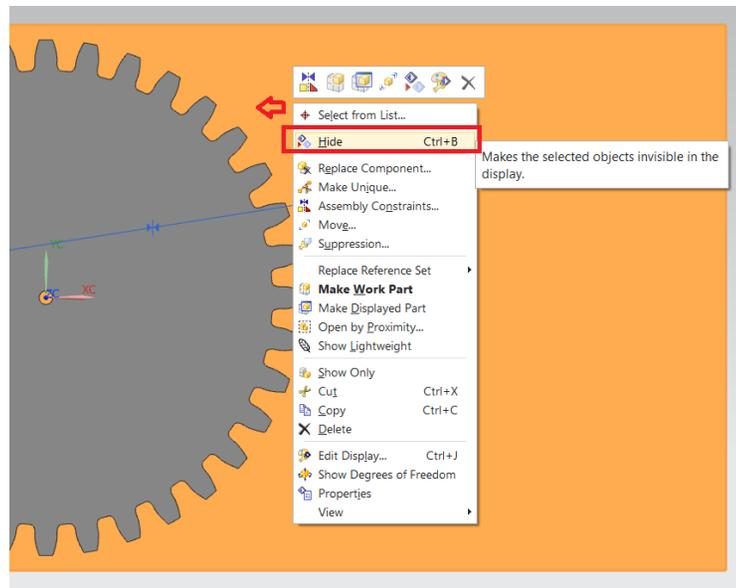

Figura 1.12 Ocultar pieza.
- Dar click derecho en la pieza **lamina.prt** y seleccionar **Hide** (Figura 1.12).